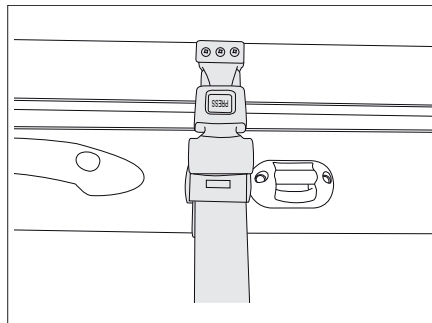

Bild 127 Sicherungsgurt
- Den Sicherungsgurt (Bild 127) lösen.
- Den Sicherungsgurt (Bild 127) anbringen.